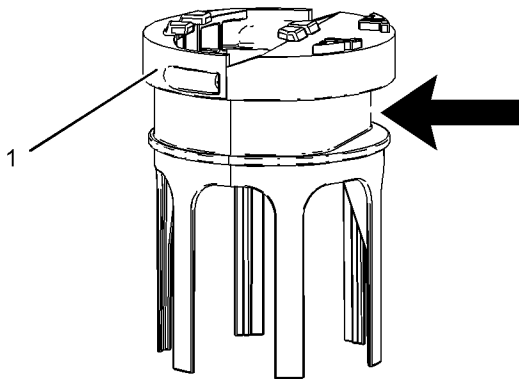

Abbildung 77
4. Den Saugfilter (4) an den Sicherungsnasen (5) packen und vom unteren Ende der Tankeinsatz-Heizschlange abziehen. Den Filter durch einen neuen Saugfilter ersetzen.
6. Sicherstellen, dass die Bandschelle auf den flachen Bereich des Filtersockels ausgerichtet ist, wie in Abbildung 77 dargestellt. Die Bandschelle  $4.5 \pm 0.7 \text{ N}\cdot\text{m}$  ( $40 \pm 6 \text{ lb in}$ ) (1) anziehen. Sicherstellen, dass der Filter beim Festziehen der Bandschelle nicht gequetscht wird.